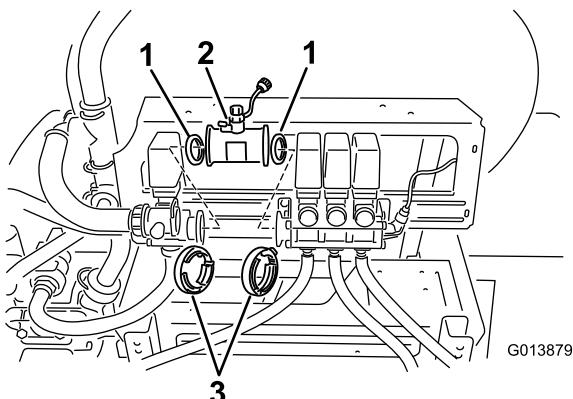

図 6
6. 攪拌バルブとブームバルブ・アセンブリの間にフローメータを取り付ける；フローメータについている矢印がブームバルブ(3個)の方に向かうように取り付けること(図 6)。
- A. 既存のガスケットは、攪拌バルブにはまるようにフローメータ側に取り付ける(図 6)。